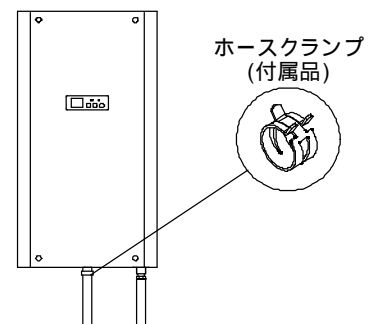

図3 ドレンホースの接続
- 注)・ドレンホースはドレンパイプから抜けないうホースクランプで確実に固定してください。(ドレンホースはドレンパイプの根元まで差込んでください。)(図3)